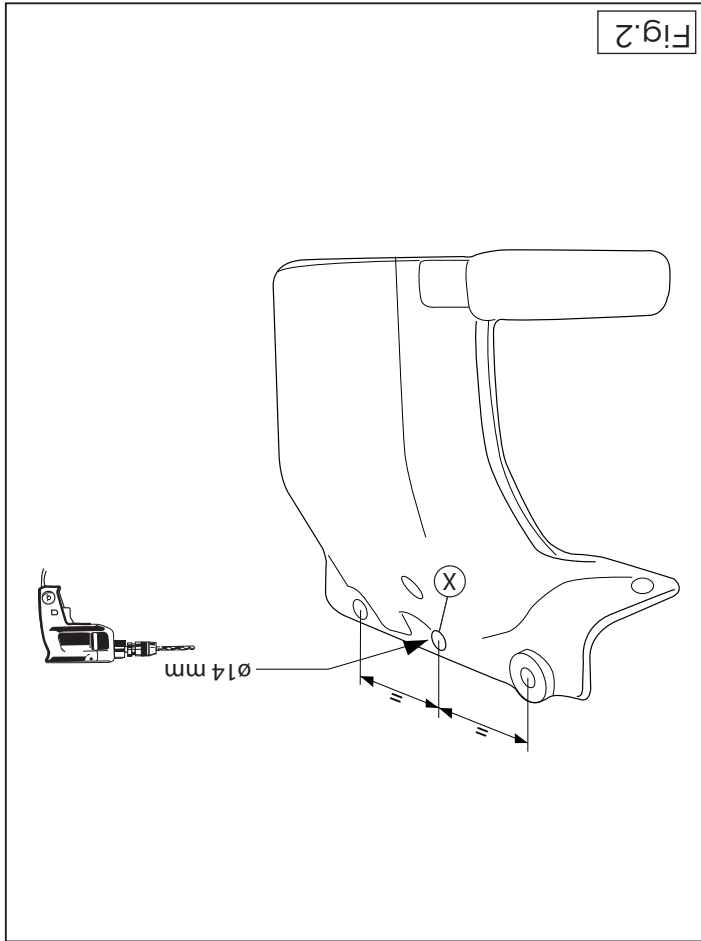

Fig. 2
4. Bohren Sie, wie in Abbildung 2 angegeben, ein 14 mm großes Loch an Punkt X.
4. Percez conformément à la figure 2 un trou de 14mm à l'emplacement
4. Bor ifølge fig. 2 et hul på 14mm ved punkt X.